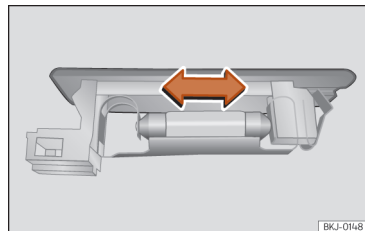

Abb. 175 Gepäckraumleuchte*
- Drücken Sie die Glühlampe zur Seite und nehmen Sie sie aus ihrer Halterung heraus »» (Abb. 175).